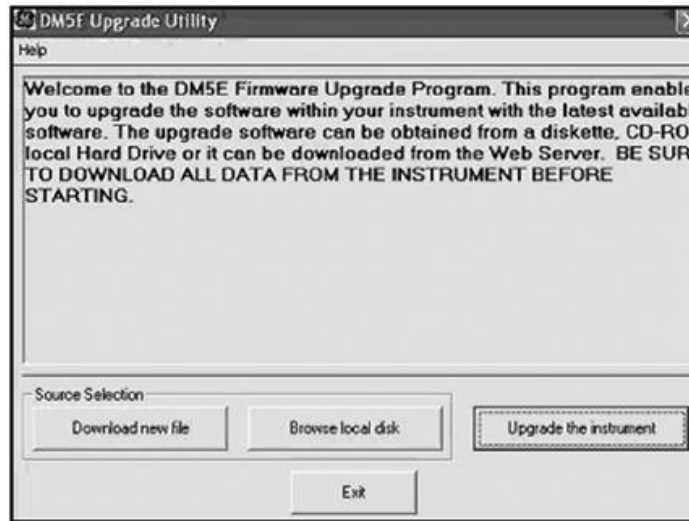

Figura 57: Ventana de entrada para la Actualización del software de operación
2. Ejecute el Programa de Actualización desde el Menú Programa de su computadora. En el sistema operativo MS Windows haga clic sobre el botón INICIO, después sobre la opción EJECUTAR, seleccione PROGRAMAS y después seleccione Actualización del DM5E, entonces aparecerá en el monitor una ventana como la que se muestra en la Figura 57.